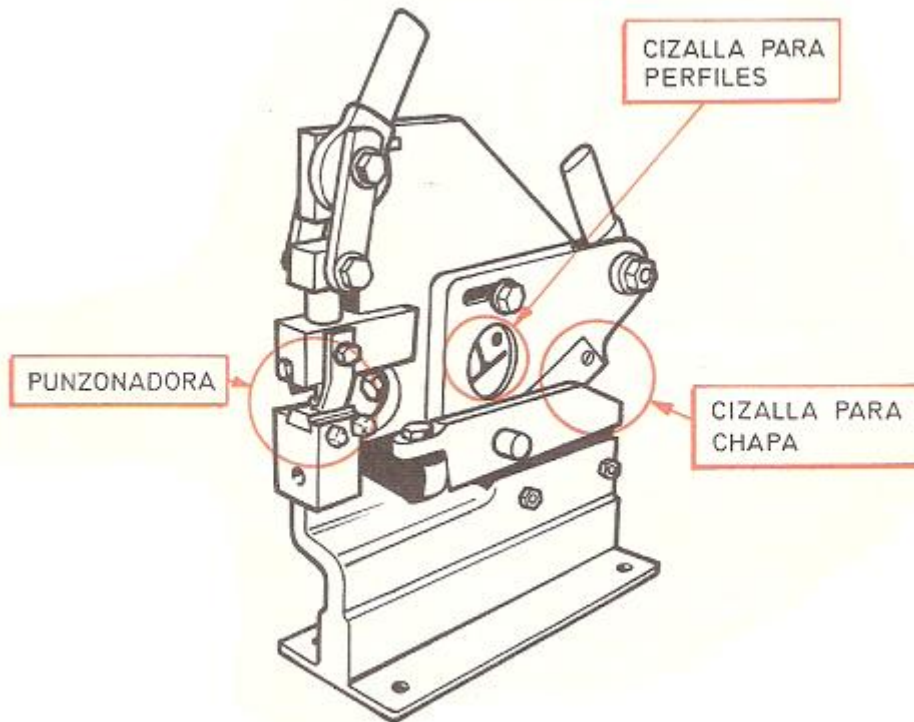

Fig. 5
- **De chapas, perfiles y punzonadora** (combinada) (fig.5)